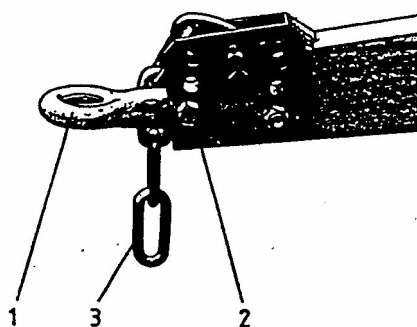
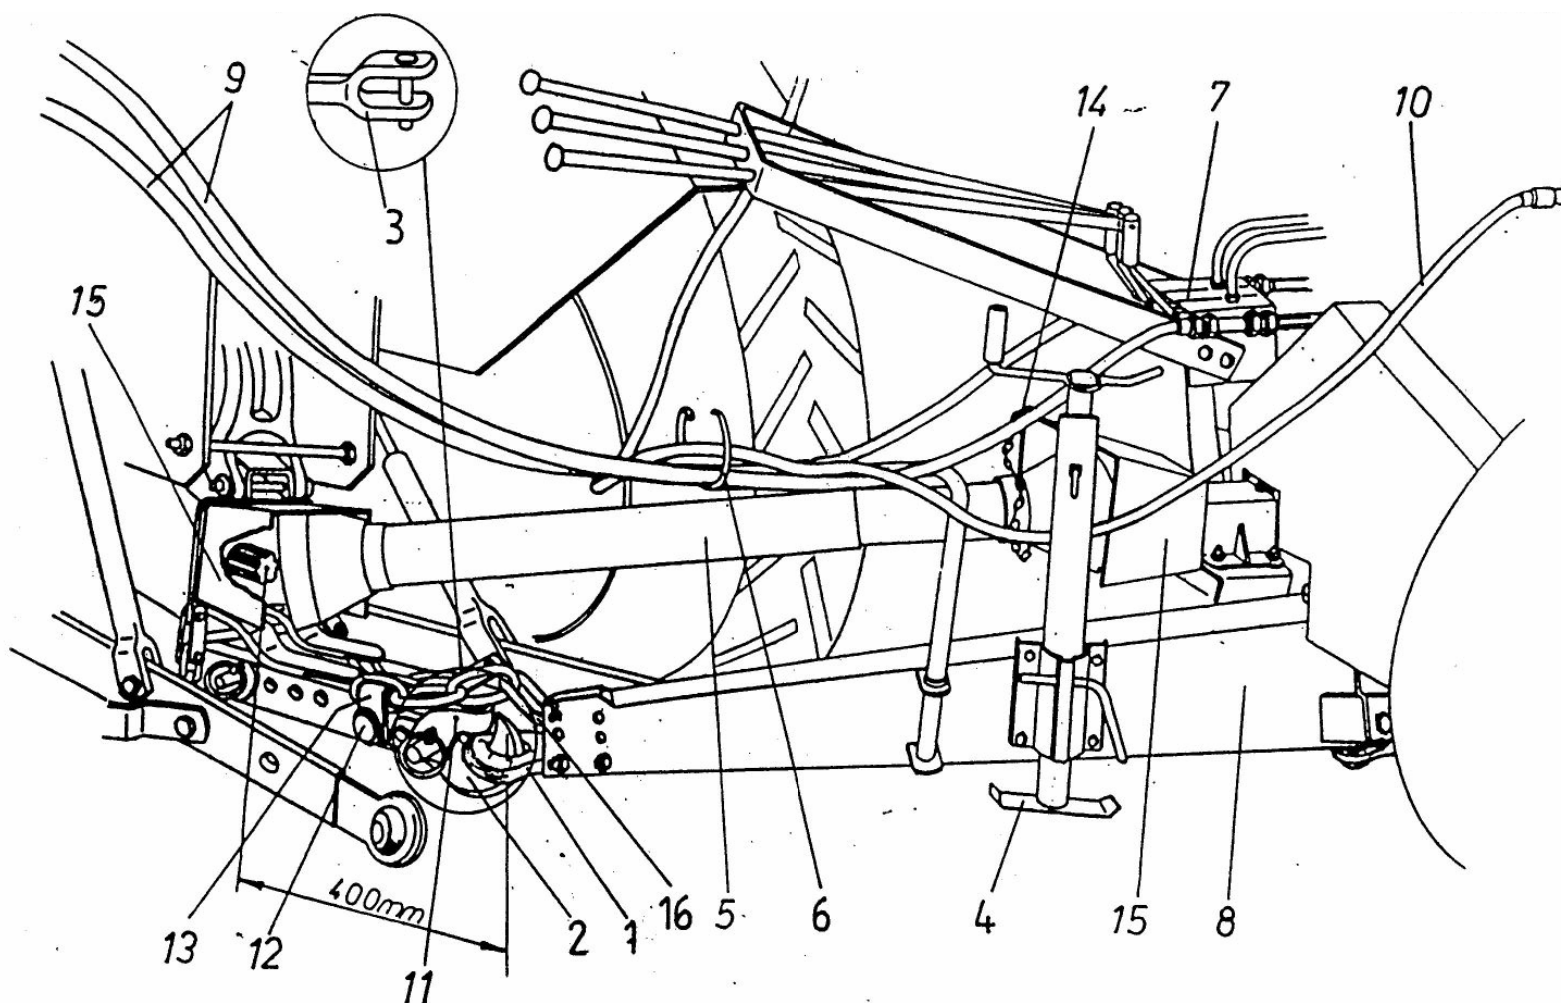

Рис. 18 Крепление петли дышла
Рис. 19 .Соединение комбайна с трактором
- соедини петлю дышла 1 (рис. 19) с крюком 2 нижнего транспортного зацепа (скобы) или вилкой 3 сельскохозяйственной скобы трактора и заблокируй положение. Подбери, если это надо, высоту петли дышла комбайна к высоте нижнего крюка транспортного зацепа (скобы) (вилки сельскохозяйственного зацепа/скобы) трактора. Пользуясь винтовым механизмом опоры, выровняй раму комбайна, открути гайки 2 (рис. 18) и переставь соответственно петлю дышла 1. Дотяни крепко гайки 2.
- подними опору дышла 4 (рис. 19) в транспортное положение (верхнее) и заблокируй чекой,